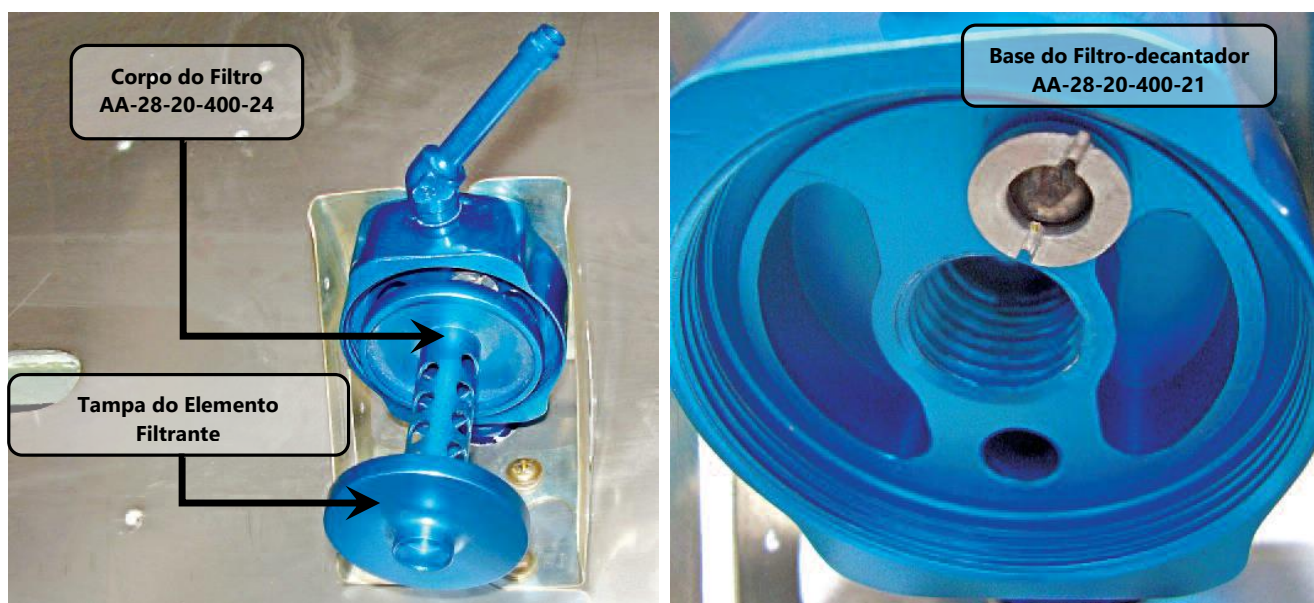

Figura 28.20.27 – Elemento filtrante e base do filtro-decantador
9. Verificar a existência de corpos estranhos no interior da tela e do corpo do filtro, figura 28.20.27. Limpá-los com ar comprimido e combustível se necessário;
10. Remover o corpo do filtro AA-28-20-400-24 juntamente com a tampa AA-28-20-400-25, girando-os no sentido anti-horário. Figura 28.20.27.
11. Limpar, com combustível, o corpo do filtro AA-28-20-400-24 e a tampa AA-28-20-400-25, mostrados na figura 28.20.27;
12. Limpar também a base AA-28-20-400-21 com combustível. Ver figura 28.20.27;